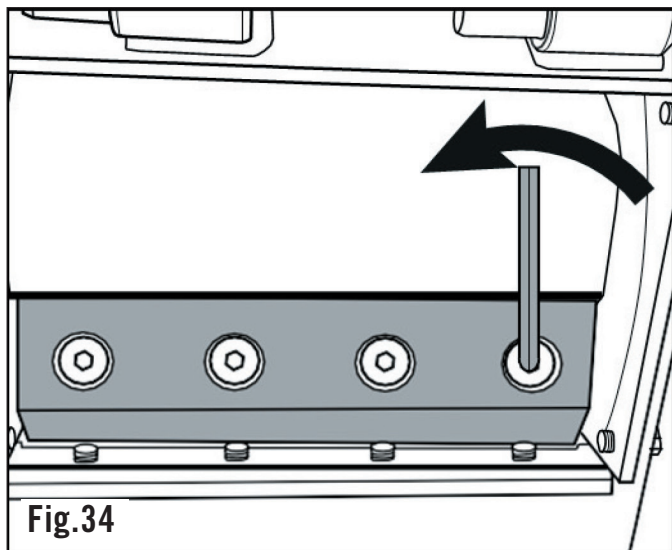

Fig.34
6. Bultarna kan sitta hårt pga korrosion och smuts. Den medföljande insexnyckeln måste gå ner i skruven ordentligt. Skruva ur de fyra skruvarna (fig 34).